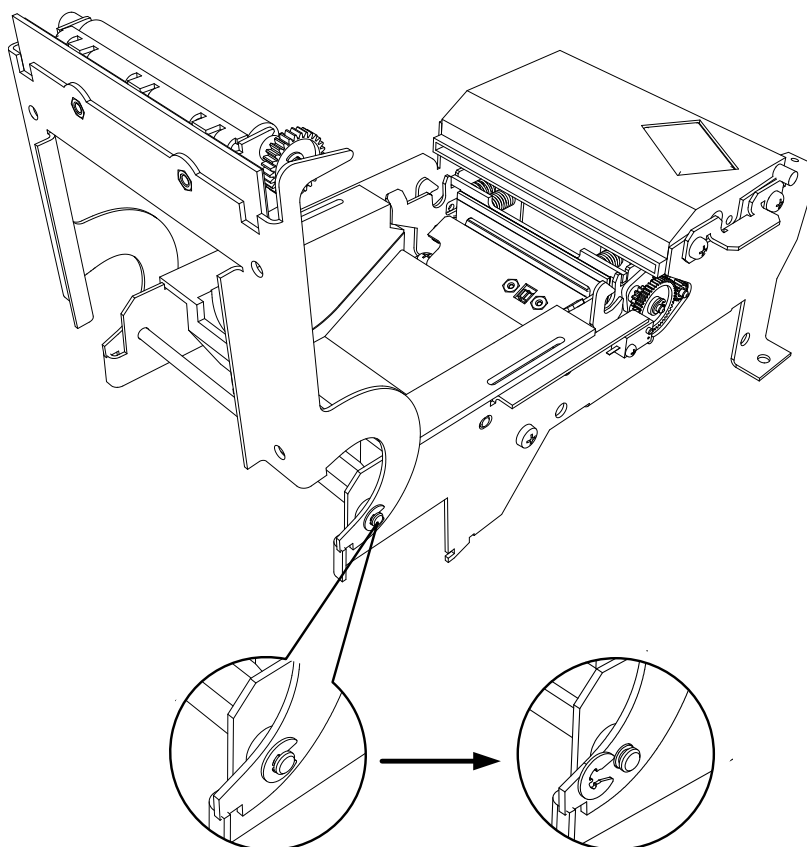

Рисунок 10. – Стопорные шайбы крепления оси.
1. снимите стопорные шайбы с оси (см. рисунок 10);